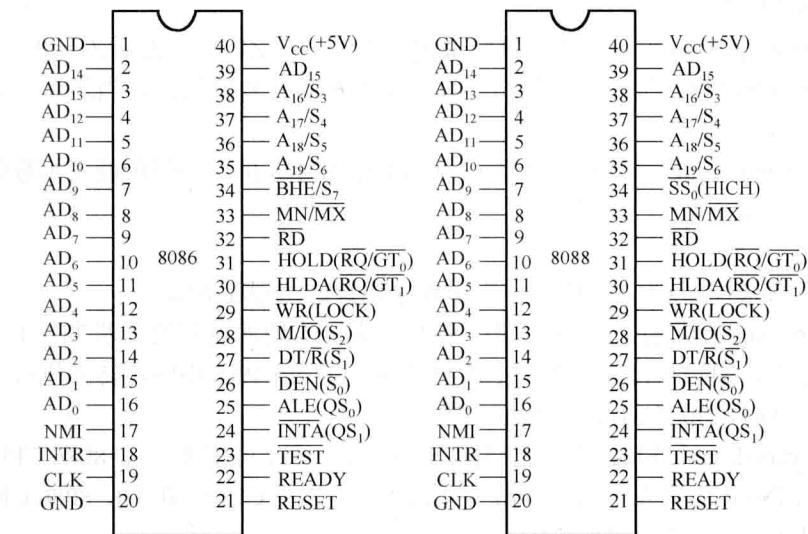

图 1-4 8086/8088 的引脚信号 (括号中为最大方式引脚名)
8086/8088 CPU 采用双列直插式的封装形式，有 40 条引脚，如图 1-4 所示。由于受集成电路制造工艺的限制，芯片的引脚不能做得很多。为了解决功能与引脚的矛盾，8086/8088 CPU 采用了分时复用的地址/数据总线，所以有一部分引脚具有双重功能。为了适应不同的应用环境，8086/8088 CPU 有两种工作方式：最大方式 ( $\overline{MX}$ ) 和最小方式 (MN)，这由引脚 33(MN /  $\overline{MX}$ ) 加以控制。最小方式适用于单微处理器组成的小系统，在这种系统中，所有的总线控制信号都直接由 8086/8088 产生。最大方式适用于多微处理器组成的大系统，它包含两个或多个微处理器，其中一个就是 8086/8088，称为主处理器，其他处理器则称为协处理器。